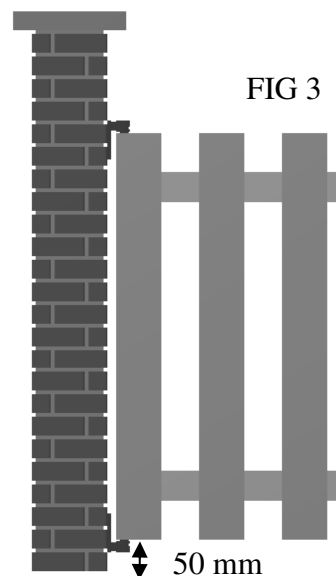

FIG 3
2. Poser les gonds du bas de manière à laisser au minimum 50 mm sous le portail (voir fig. 3).